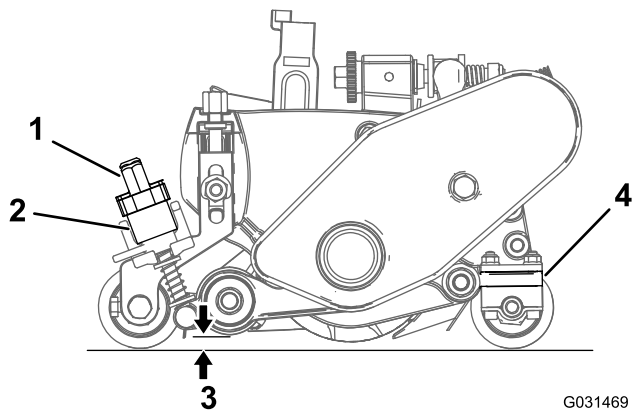

Figura 28
2. Gire las palancas de elevación rápida (Figura 28) a la posición de FUNCIONAMIENTO (palanca
- En el extremo del molinete groomer, mida la distancia entre la punta más baja de la cuchilla del groomer hasta la superficie de trabajo (Figura 28). Gire el pomo del regulador de altura (Figura 28) para elevar o bajar la punta de la cuchilla del groomer a la altura deseada.